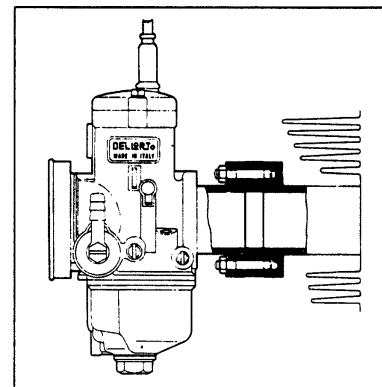

Bild 6
- C - Flanschbefestigung (Bild 6)